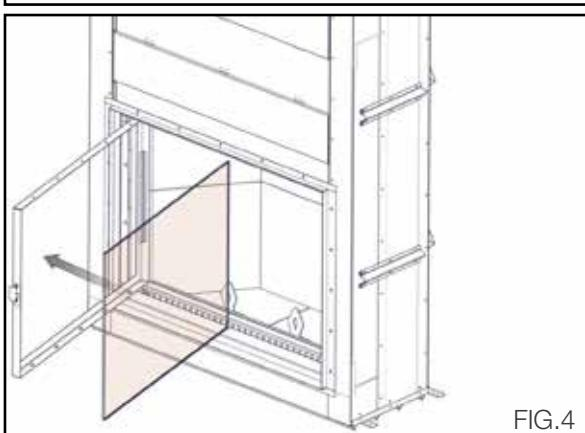

FIG.4
7. Réinstallez la vitre à l'intérieur du cadre du porte. (FIG.4)